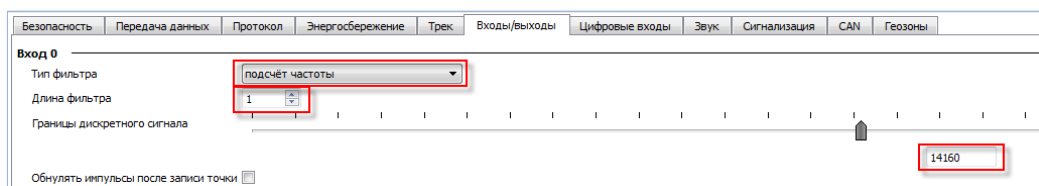

Рисунок 8. Настройка ДАВ на подсчет частоты
- установить границу дискретного сигнала на значение средней амплитуды, замеренной на первом этапе (Рис. 8);